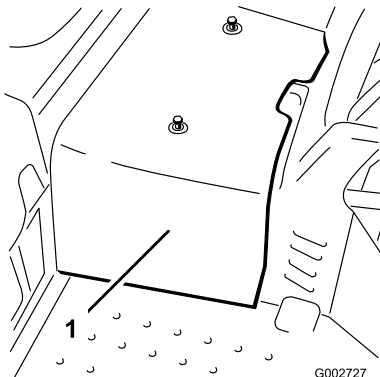

図 44
2. センターシュラウドを機体に止め付けているねじ2本を外してシュラウドを機体から取り外す 図 44。